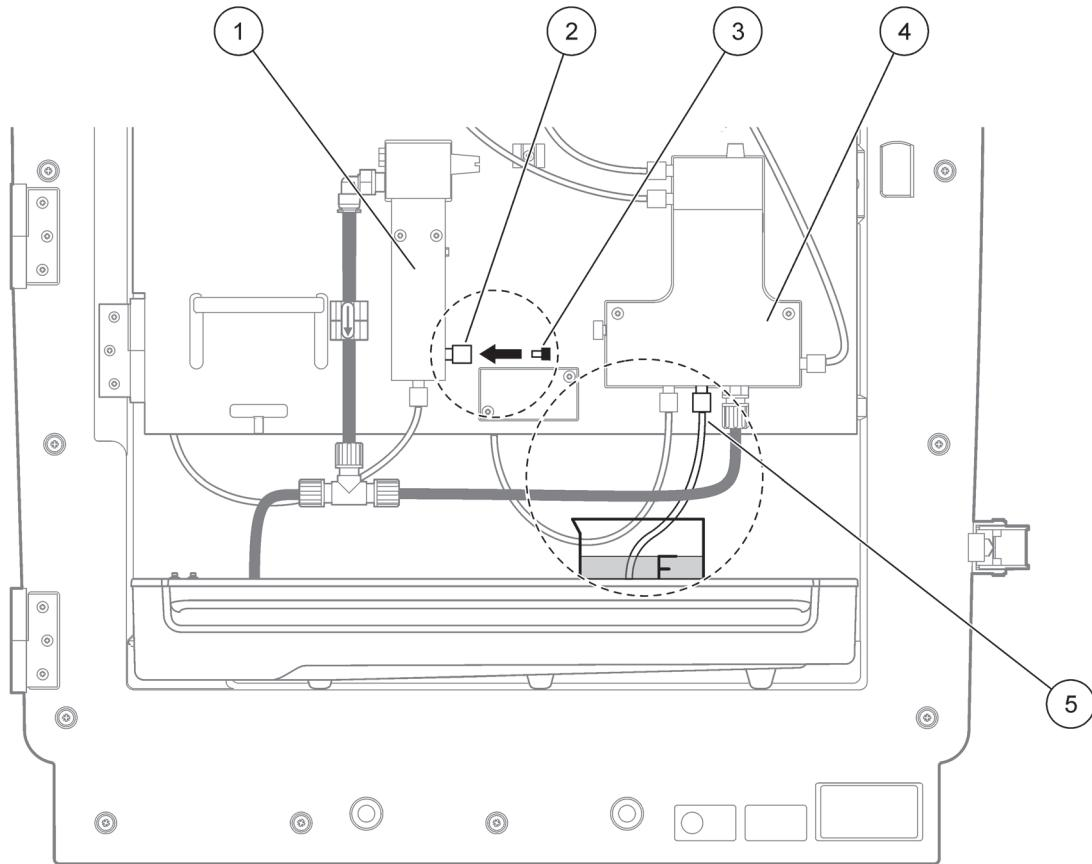

Figure 4 Modification du PHOSPHAX sc
7. Sélectionnez Entrer pour modifier l'analyseur (Figure 4 à la page 67) :